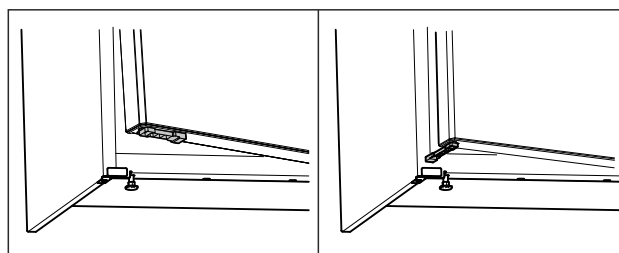

Fig. 56 *
- ▶ Pasukite durų atidarymo ribotuvą 90°. (žr. Fig. 56) *